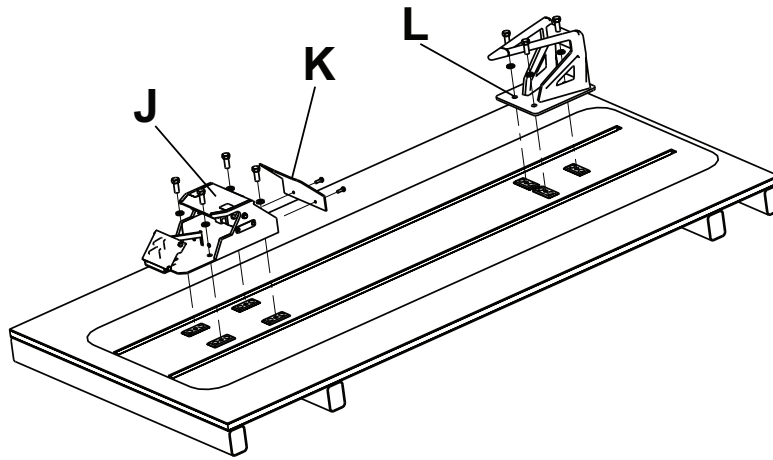
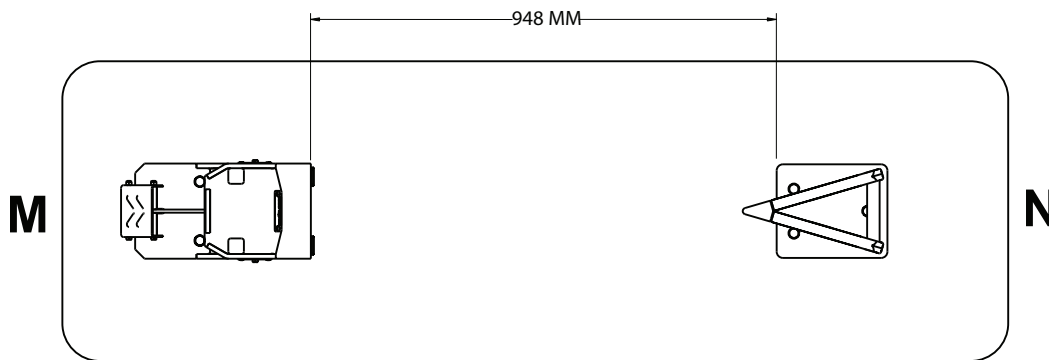
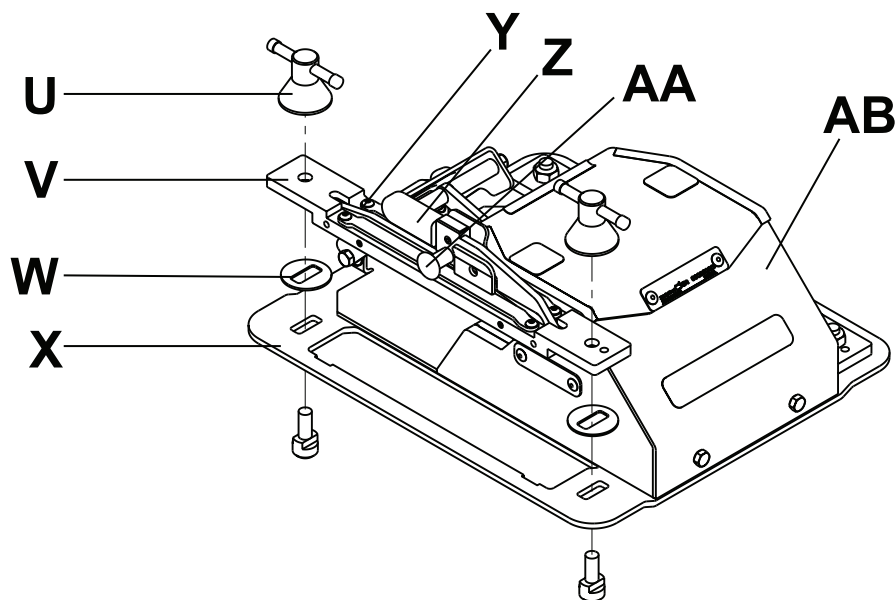

Abbildung 5 – Kopf- und Fußendebefestigung – Installation auf Bodenplatten
Abbildung 6 – Zwischenraum zwischen den Befestigungen
Abbildung 9 – Montage der Fußendbefestigung
1. Die rückwärtige Abdeckung (K) von der Fußendebefestigung (J) (Abbildung 5) abnehmen.
4. Die Kopfendebefestigung (L) auf den drei Bodenplatten montieren und mit drei 1/2-Zoll-13-Sechskantschrauben und Federscheiben sichern.
5. Sicherstellen, dass der Abstand zwischen Kopf- und Fußendebefestigung 948 mm beträgt (Abbildung 6).
- Sicherstellen, dass der Abstand zwischen Kopf- und Fußendbefestigung 948 mm beträgt (Abbildung 6).
1. Die vier im Lieferumfang enthaltenen Sicherungsunterlegscheiben (6388-001-080) (W) zwischen der schienenmontierten Befestigung (**NMI-Adapter**) (V) und der Sicherungsbasisplatte der Fußendbefestigung (X) positionieren (Abbildung 9).
2. Die Flügelmutter (U) leicht anziehen, um den **NMI-Adapter** (V) an der Sicherungsbasisplatte der Fußendbefestigung (X) anzubringen (Abbildung 9).
5. Am Stift (AA) ziehen, um den **NMI-Adapter** (V) der Fußendbefestigung (AB) zu entriegeln (Abbildung 9).
6. Zum Öffnen erst am Griff (Z) und anschließend den Keil (Y) nach oben ziehen.
7. Die Fußendbefestigung (AB) an der Bodenschiene ausrichten.
8. Den Keil (Y) und dann den Griff (Z) nach unten drücken, um den **NMI-Adapter** (V) an der Bodenschiene zu verriegeln.
9. Die Flügelmutter anziehen, um den **NMI-Adapter** (V) an der Sicherungsbasisplatte der Fußendbefestigung (X) anzubringen.
10. Die Schritte 5–7 wiederholen, um die Kopfendbefestigung an der Bodenschiene zu installieren (Abbildung 5).
11. Sicherstellen, dass der Abstand zwischen Kopf- und Fußendbefestigung 948 mm beträgt (Abbildung 6).